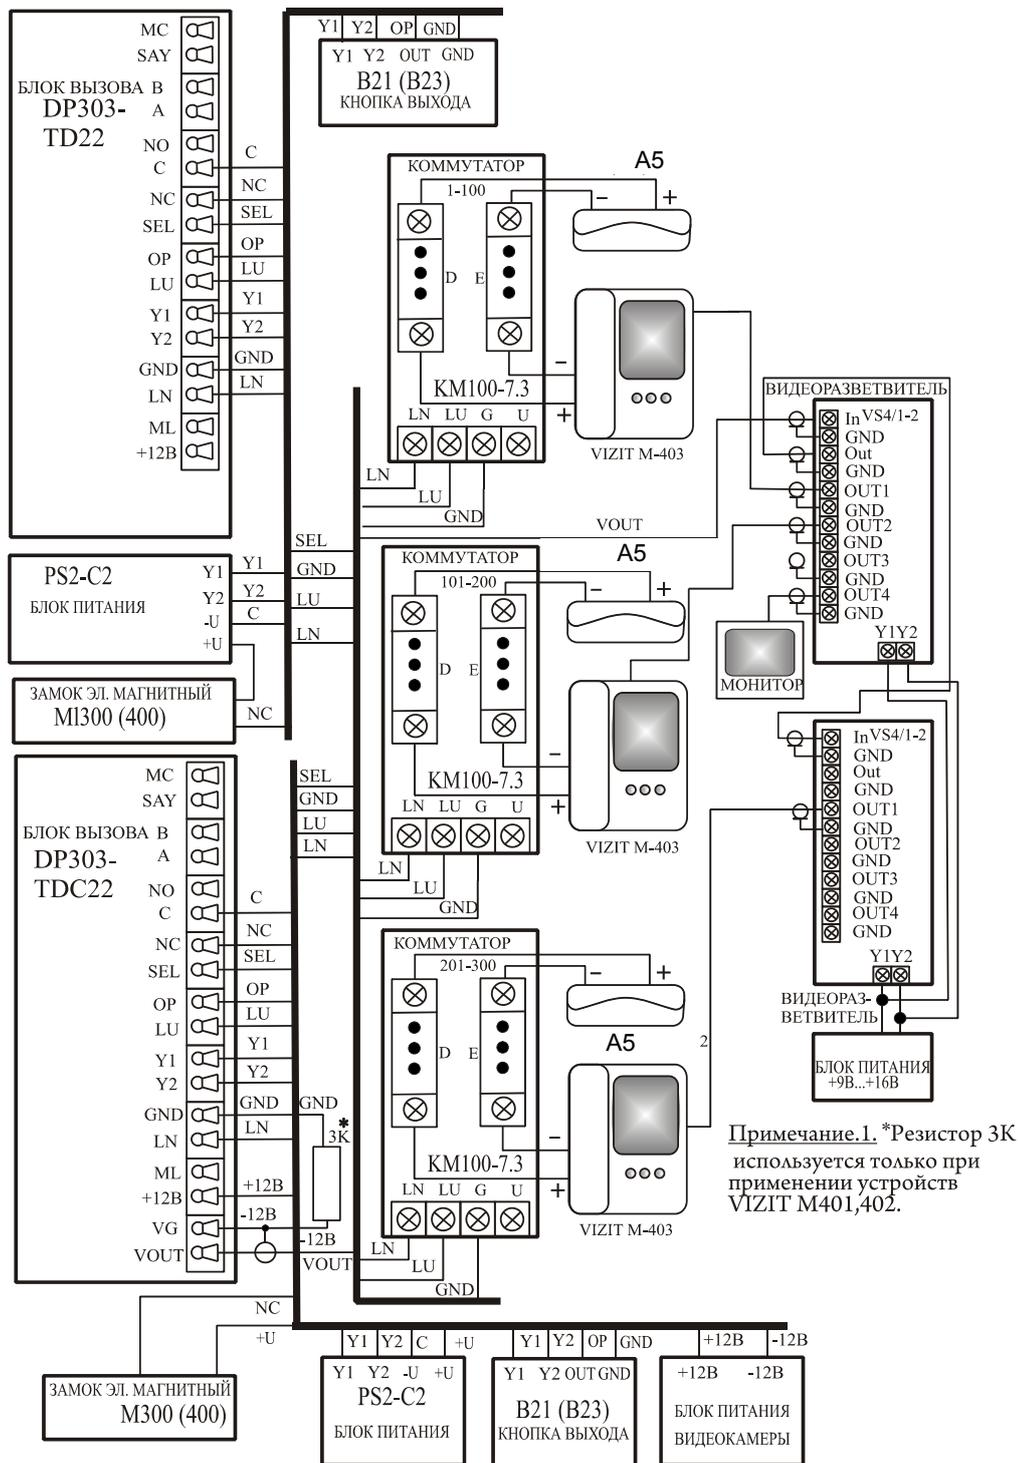

Рис.3 Пример схемы подключения DP303-TDC22 в составе домофонного комплекса.
- "занято" – показывает, что разговорная линия занята другим блоком вызова, параллельно подключенному к данному блоку вызова (см.рис. 3)
Блок вызова соединяется с остальными блоками системы согласно приведенной монтажной схеме (рис.3).
Для подключения БВ с видеокамерой необходимо использовать дополнительный блок питания видеокамеры стабилизированным напряжением 12 В и током не менее 150 мА (например БП1-А). Выходной видеосигнал подается на вход видеоразветвителя или монитор по коаксиальному кабелю волновым сопротивлением 75 Ом. Схема подключения DP303-TDC22 представлена на рис. 3.
Блок питания подключается к замку и блоку вызова согласно приведенной монтажной схеме (рис.3). Блок питания и коммутатор имеет специальные клеммные колодки для подключения проводов с соответствующими обозначениями. Для подключения блока питания к сети 220 В **обязательно(!)** должна быть установлена розетка.
С абонентскими пультами коммутатор соединяется согласно приведенной монтажной схеме (рис.3) по двум десятипроводным шинам, проложенным в стояке
Пульт подключается к соответствующим проводам (клемма «+» пульта к шине десятков D0..D9 коммутатора, клемма «-» к шине единиц E0..E9 коммутатора). Схема соединений блоков комплекса приведена на рис.3.
Электромагнитный замок подключается к блоку питания и к блоку вызова согласно схеме на рис.3. Цепи коммутации электромагнитного замка в блоке вызова содержат схему размагничивания. При подключении следует соблюдать полярность напряжения, указанную на схеме, во избежание выхода из строя блока вызова.